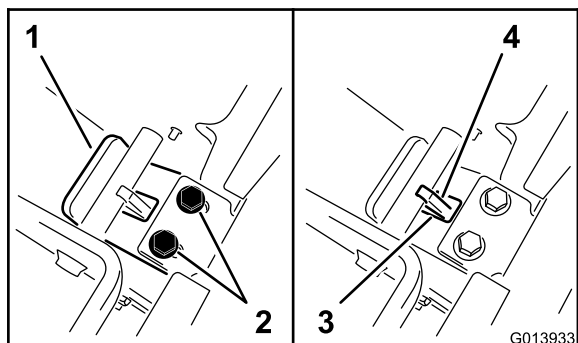

Рисунок 10
2. Сохраняя усилие на опорной пластине, сдвиньте планку на себя, чтобы кромка пластины вошла в контакт с поперечиной (Рисунок 10).